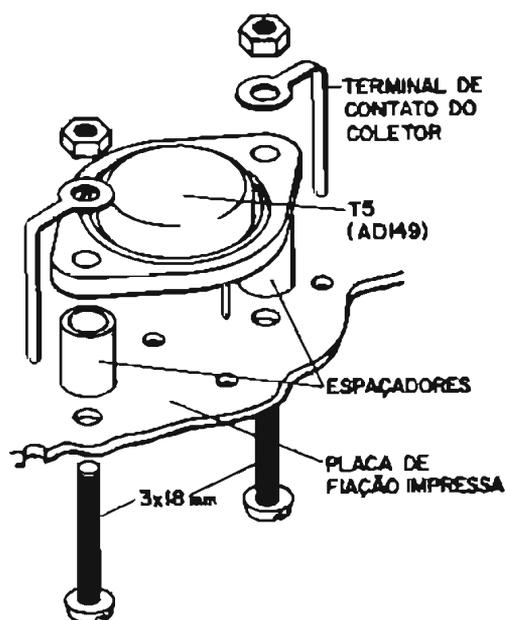

Figura 11 - Colocação de T5 (AD149) na placa de fiação.
- 15 - Para a colocação dos transistores T4 (BD181) e T5 (AD149) insira os parafusos de 3 x 18 mm a partir da face cobreada da placa. Coloque em cada parafuso, pelo lado isolante da placa, um dos espaçadores fornecidos no conjunto (figura 11). Coloque em seguida os transistores em seus lugares correspondentes. A ligação dos coletores de T4 e T5 à fiação impressa é feita por meio de terminais adequados. Usam-se dois deles em conjunto com T5 e apenas um com o transistor T4. Antes de montar os terminais, dobre-os a 8 mm do furo, como ilustrado na figura 11. A seguir encaixe o furo de cada terminal no parafuso de fixação, inserindo simultaneamente a lingueta no orifício correspondente da placa. Esses furos são indicados pelos símbolos "COL 4" e "COL 5" impressos na face não cobreada. Coloque a porca de fixação do transistor, verificando que o terminal fique entre o corpo do transistor e a porca de fixação.